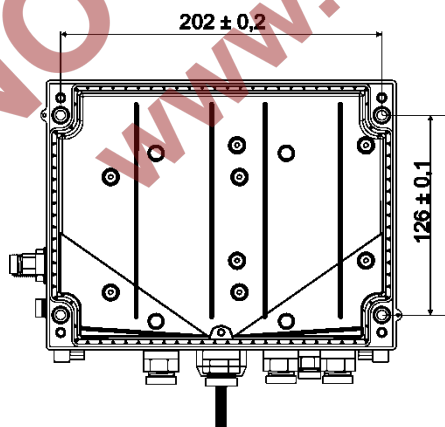

Fig. 9
1. Percer quatre trous dans le mur correspondant au positionnement de l'appareil (voir cotes de perçage dans Fig. 9).